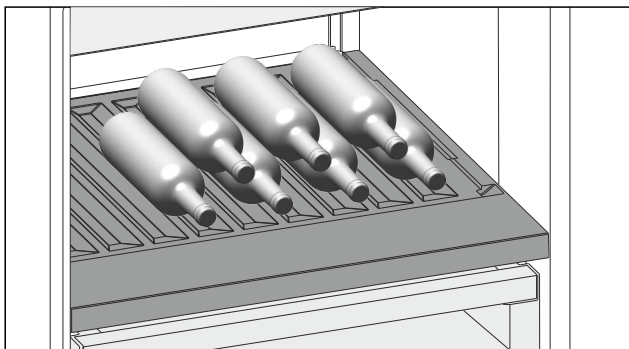

Fig. 121
- Stavite boce s dnom prema stražnjoj stijenci hladnjaka. (pogledajte *Fig. 121*)